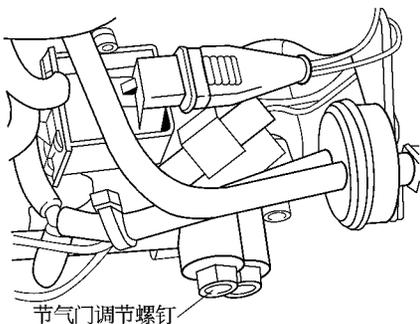

图 5-52 怠速调整位置
① 发动机达到正常工作温度,达到风扇开始转动时,使发动机熄火。
② 关闭所有用电设备和空调,拔下电动风扇电缆插头,防止调整发动机时风扇突然转动伤人。
③ 起动发动机,使发动机的怠速转速低于 950 r/min ,调整点火提前角度至标准($20^\circ \pm 1^\circ$)。
④ 转动节气门调节螺钉,如图 5-52 所示,将怠速调至 $(850 \pm 50) \text{ r/min}$ 。
⑤ 将空调开度调至制冷最大的位置,并将鼓风机开关调至 4 档。
⑥ 在制冷空压机电磁离合器吸合的条件下,调节节气门调节螺钉,将怠速转速升高至 $(850 \pm 50) \text{ r/min}$ 。
⑦ 关闭空调和鼓风机开关。
⑧ 拔下曲轴箱通风管。